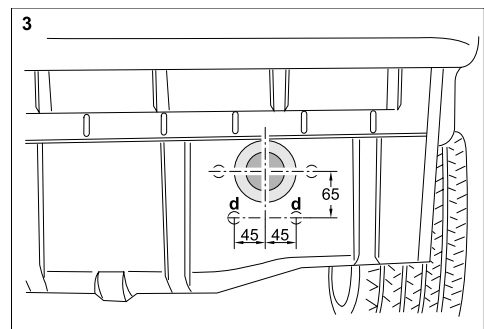

Bild 3 : Bohrungen Heckblech rechts und Dichtring
- 6.) Erforderliche Bohrungen in Heckblech bei "d" im Bereich unterhalb der rechten Pralldämpferöffnung anzeichnen und mit  $\varnothing$  14 mm bohren (siehe Bild 3).
- 7.) Heckblech im Bereich um rechte Pralldämpferöffnung reinigen und beiliegenden Schaumstoffdichtring um Öffnung aufkleben; siehe Bild 3.
- 8.) Gegenlagen (3) von hinten in Karosserielängsträger einführen und mit Verstärkungswinkel links (4) und rechts (5) mit Bundmuttern M 10 von unten lose verschrauben.
- 9.) Längsstreben links (2) und rechts (6) ebenfalls in Karosserielängsträger einführen und mit Sechskantschrauben M 10 x 30 und Scheiben 25 x 10,5 x 3 von oben lose mit der Karosserie verschrauben.